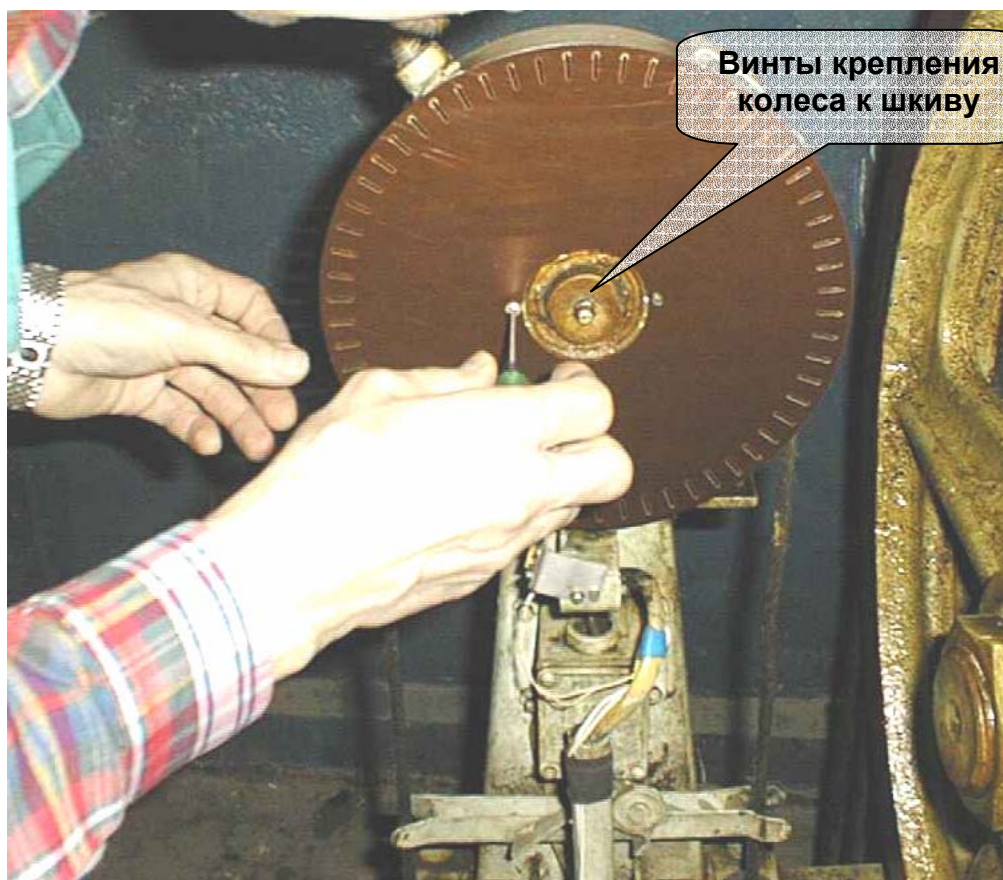

Рисунок 5 - Крепление колеса к шкиву
7. Закрепите колесо, используя два винта М3, две шайбы диаметром 3 и две пружинные шайбы диаметром 3 с помощью отвертки (см. рисунок 5).